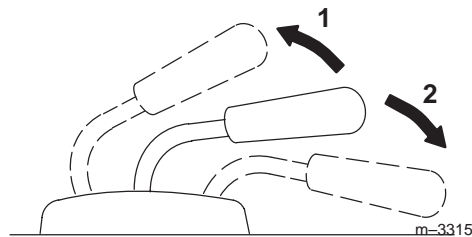

Figure 20
2. Tirez le levier vers le haut pour relever l'accessoire (Fig. 20).
2. Poussez le levier de commande vers le bas pour abaisser l'accessoire (Fig. 20).